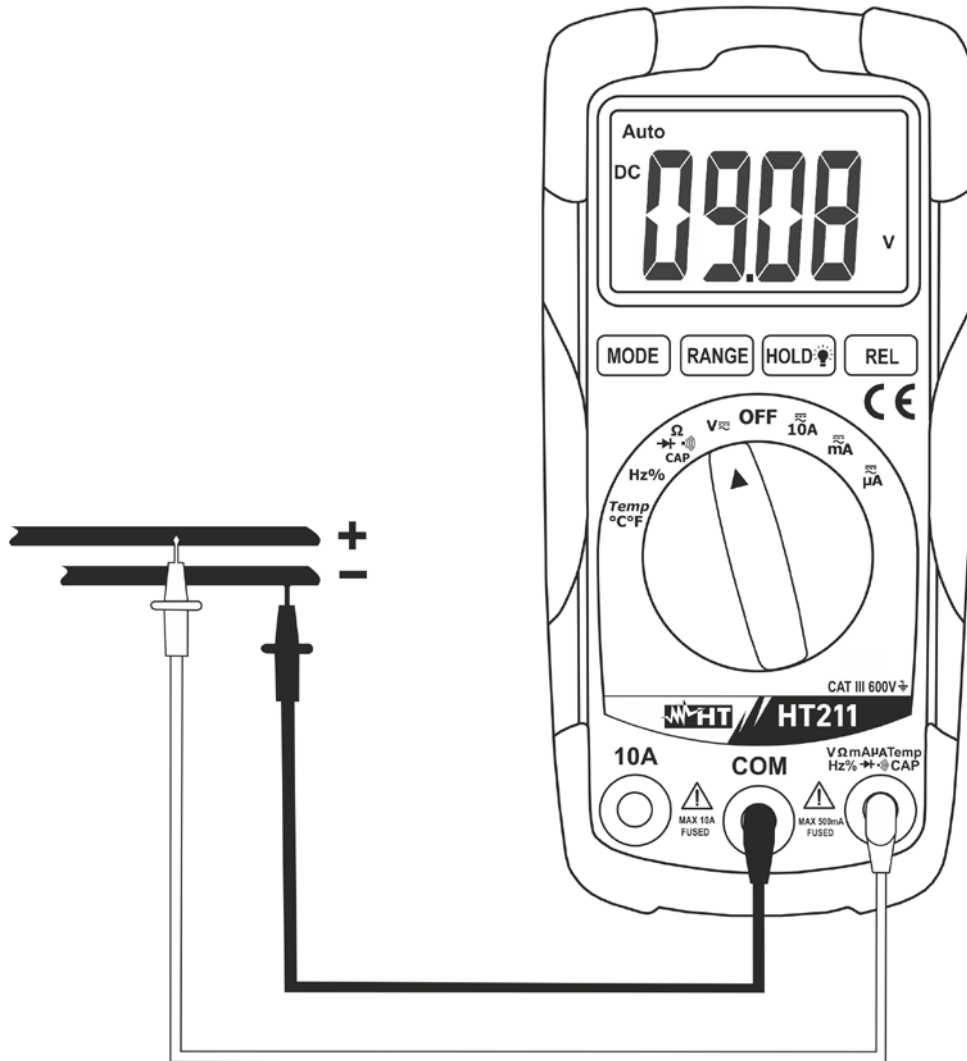

Abb. 2: DC-Spannungsmessung
4. Verbinden Sie nun die rote und die schwarze Messleitung mit dem positiven und dem negativen Pol (s. Abb. 2). Die Spannungswert auf dem Display wird angezeigt